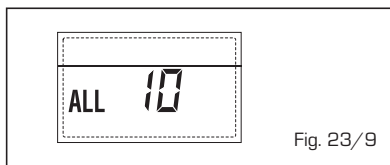

Fig. 23/9
- **INTERVENÇÃO SONDA FUMOS "ALL 13"** (fig. 23/10)